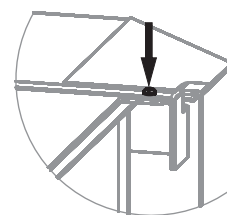

Bild 15. Bohrschrauben für Demontage Ofenbehälters
4. 2 Bohrschrauben losmachen, Behälter abtrennen (Bild 15)